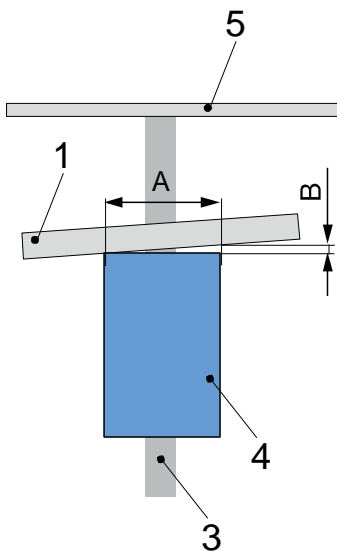

Bild 2: Ausrichtung Bremse zum Flansch
1. Anbauflansch (Bild 2 Pos.1) (kundenseitig) an das Festlager der Kolbenstange positionieren.
Um den Winkelversatz von Anbauflansch (Bild 2 Pos.1) zur Bremse (Bild 2 Pos.4) zu überprüfen, wird der Abstand der Bremse zum Anbauflansch am Umfang der Bremse gemessen. Maximaler Spalt B = 0,05 mm